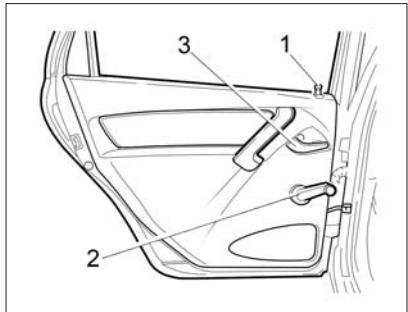

Рис. 7. Задняя дверь
**Задние двери** блокируются изнутри салона нажатием на кнопку блокировки 1 («утапливанием») (рис. 7) в двери как при открытой, так и при закрытой двери.